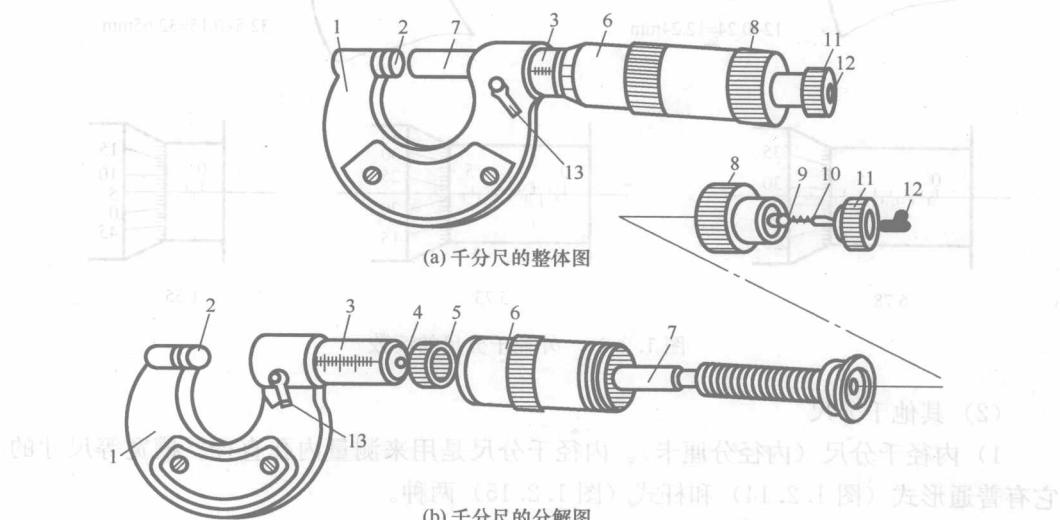

图 1.2.11 千分尺的结构
2) 外径千分尺的结构。常用千分尺的结构如图 1.2.11(a, b) 所示，其中固定套筒(主尺) 3 的表面有刻度，衬套 4 内有内螺纹，螺距为 $0.5\text{mm}$ ，测微螺杆 7 右面